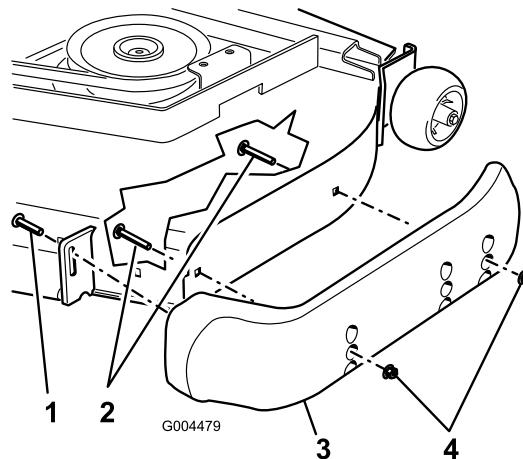

Figura 7
3. Allentate la vite davanti a ciascun pattino. Sui tosaerba Guardian sono presenti 2 pattini e sui tosaerba con scarico laterale uno (Figura 7).